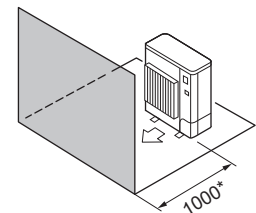

Fig. 2-10
- (4) Obstáculos sólo en la parte delantera (Fig. 2-10)